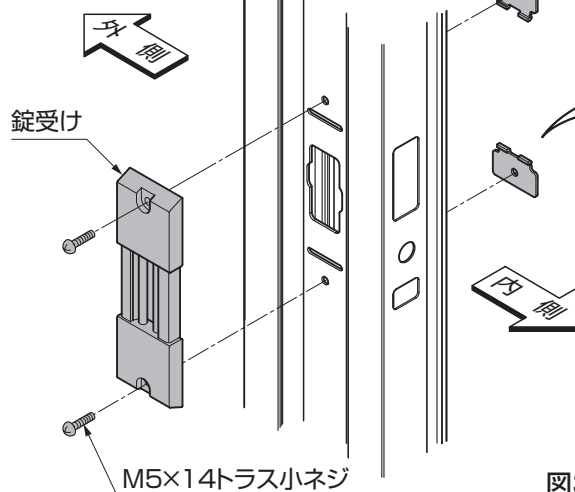

図3-20
①錠受けに組付けてあるネジ待ちを外してください。
②錠受けと、柱のスリット部分にネジ待ちを差込んでM5×14トラス小ネジで取付けてください。(図3-20参照)